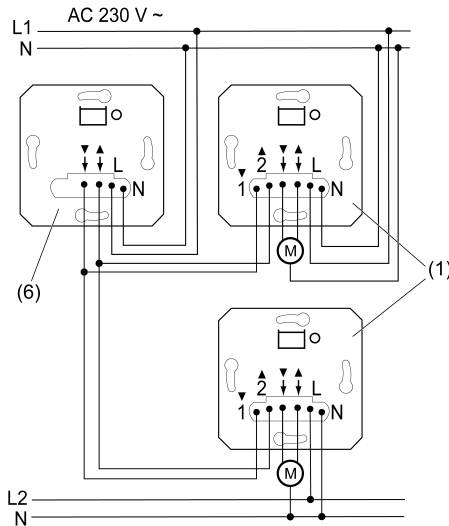

Afbeelding 2: Element met nevenaansluiting
- Jaloezie-eenheid (1) voor bediening ter plaatse. Optie: aansluiting van een nevenaansluiting (6) (afbeelding 2). Als nevenaansluiting kan in plaats van de jaloezie-eenheid een mechanische jaloezieknop of jaloezieschakelaar worden gebruikt.